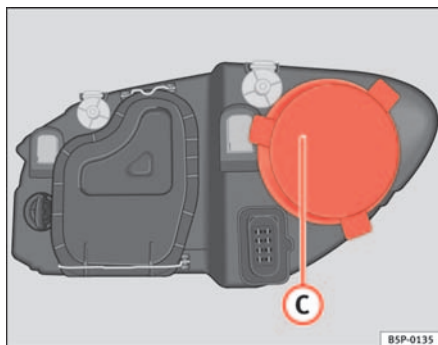

Abb. 177 Fernlicht
- Den Deckel ⇒ Abb. 177 ① abziehen.